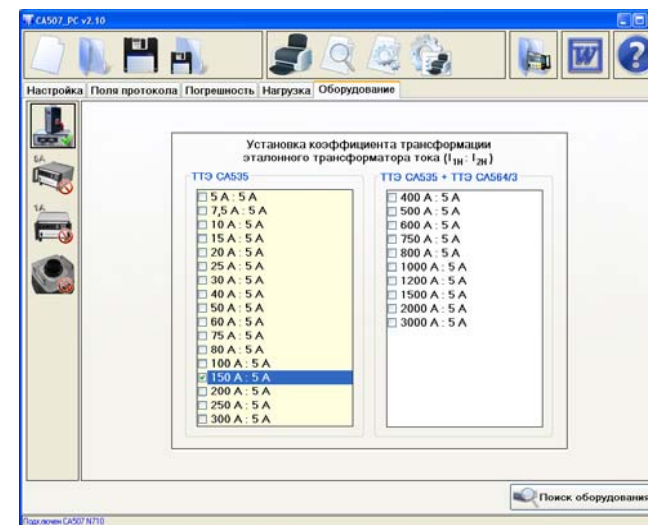
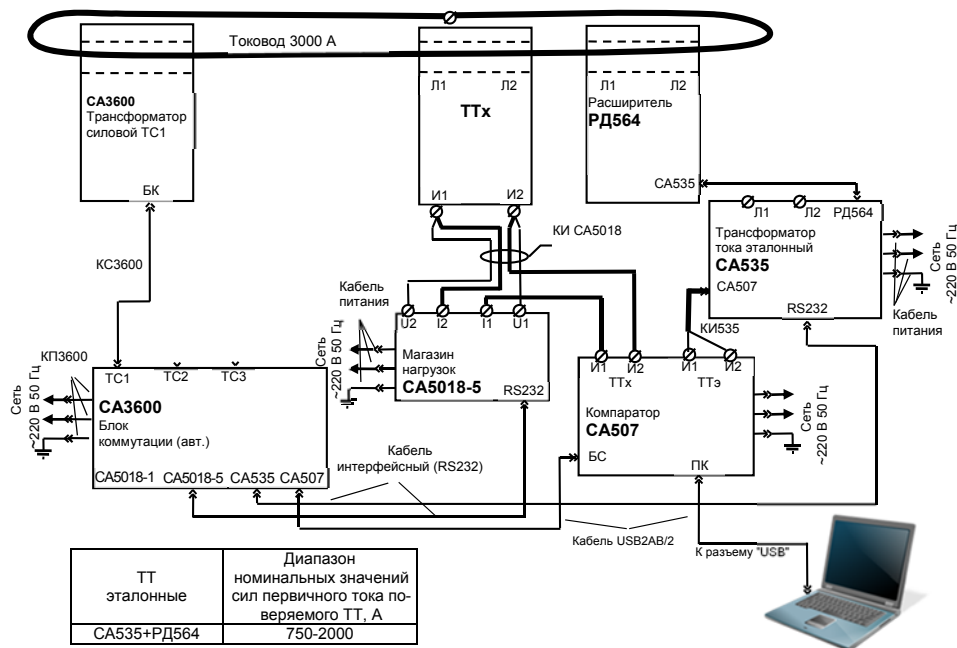

Рисунок 2.17
Рисунок 2.16
2) Если при измерениях используются трансформаторы эталонные производства ООО "ОЛТЕСТ", то щелкнуть по вкладке "Оборудование" (рисунок 2.16). На вкладке (рисунок 2.17) сначала щелкнуть по кнопке